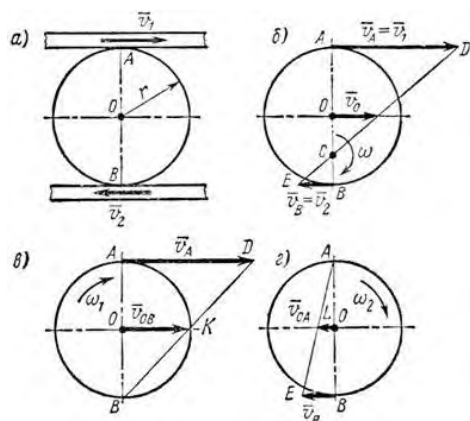

Рисунок 22
1. Две параллельные рейки (рис. 22, а) движутся в противоположные стороны с постоянными скоростями  $V_1 = 8$  м/с и  $V_2 = 2$  м/с. Между рейками зажат диск радиусом  $r = 0,5$  м, катящийся по рейкам без скольжения.